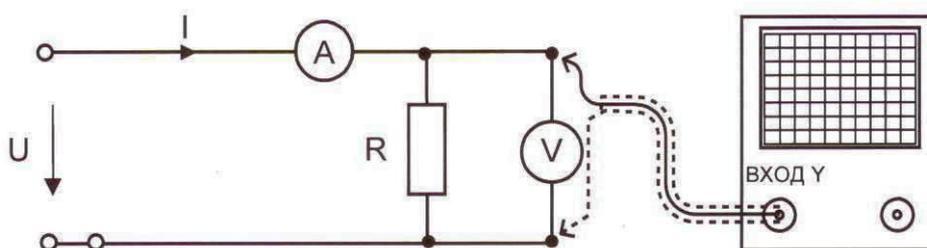
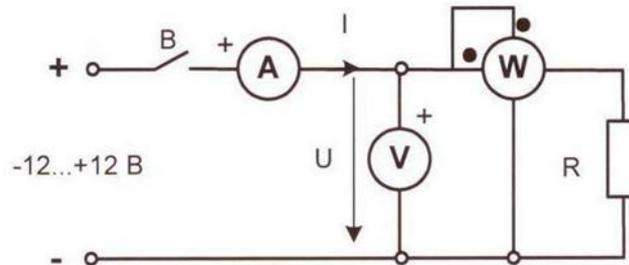
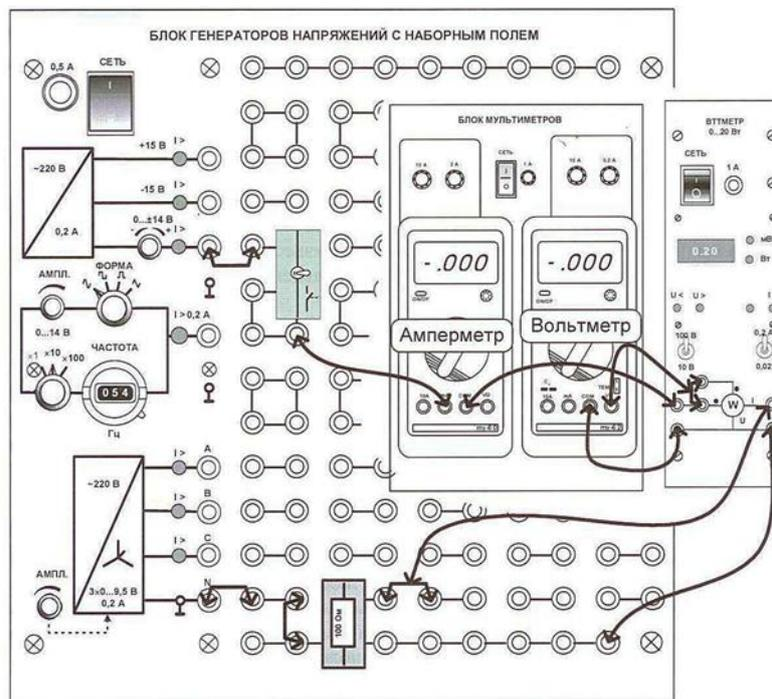

Рисунок 1.1. Принципиальная схема 1
Рисунок 1.2. Принципиальная схема 2
Рисунок 1.3. Монтажная схема
4.1. Проверить экспериментально работоспособность лабораторной установки с помощью амперметра и вольтметра согласно принципиальной схеме рис. 1.1.
5.1. Соберите цепь согласно схеме рис. 1.1, включите в неё резистор с номинальным значением сопротивления  $R=100$  Ом и источник нерегулируемого постоянного напряжения  $+15$  В. Установите предел измерения вольтметра  $U_{\text{в}}=20$  В, предел измерения амперметра  $I_{\text{в}}=200$  мА.
5.5. Соберите цепь в соответствии с принципиальной схемой 2 (Рис. 1.2) и монтажной схемой (Рис. 1.3), установив сопротивление  $R_{\text{НОМ}} = 100\text{ Ом}$ . Установите пределы измерения вольтметра  $U = 20\text{ В}$ , амперметра  $I = 200\text{ мА}$ .
6.1. В отчёте необходимо указать номер работы, тему, цель, привести принципиальную схему электрической цепи (рис.1.1), таблицу 1.1, принципиальную схему электрической цепи (рис. 1.2), таблицу 1.2, необходимые расчёты.